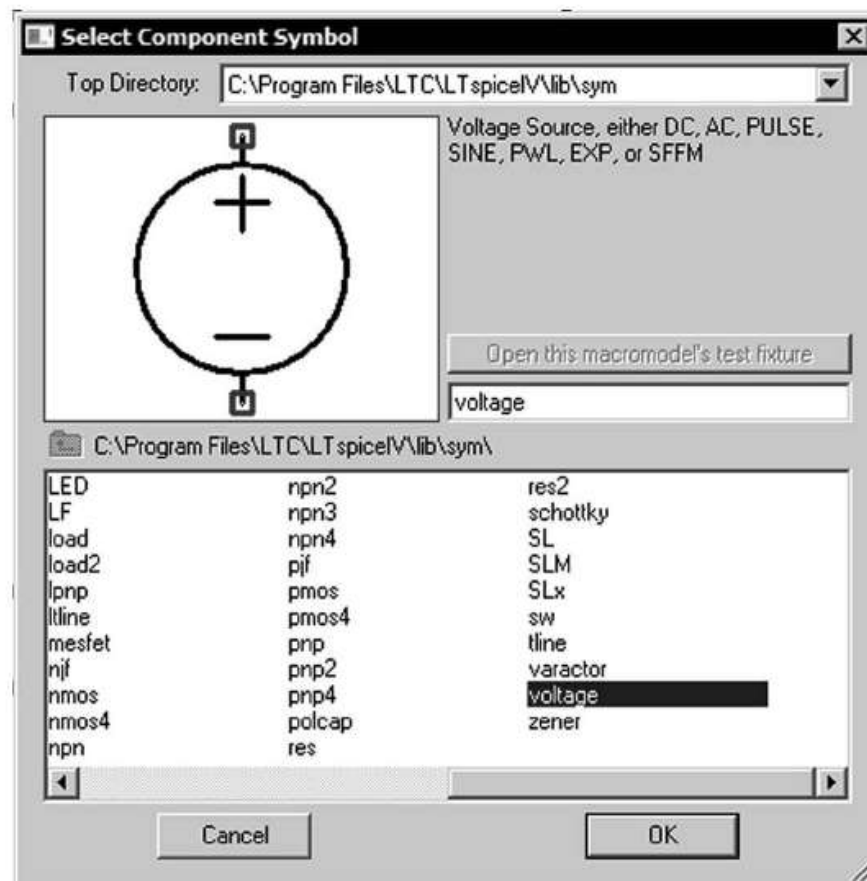

Figure 3.13
10. Nous allons placer maintenant nos trois derniers composants qui sont les trois sources dont nous avons besoin, deux sources d'alimentation et une source produisant un signal alternatif. Pour faire cela, vous allez dans le répertoire des composants (symbole **AND**)  où vous avez trouvé les deux transistors. Vous vous déplacez sur la droite pour aller chercher le mot **voltage**, figure 3.13.